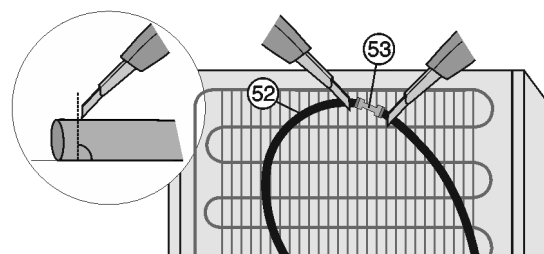

Fig. 23*
► Couper le tuyau d'eau Fig. 23 (52) à l'arrière de l'appareil et derrière le connecteur Fig. 23 (53) (90° en direction du tuyau).*